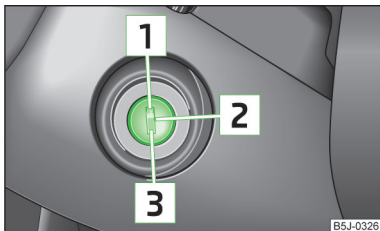

Fig. 105
- În timpul deplasării, la oprirea motorului, cheia trebuie să se găsească întotdeauna în poziția  » fig. 105 la pagina 105 (contact cuplat). Această poziție este semnalizată prin aprinderea de lămpi de control. Dacă acest lucru nu se întâmplă, mecanismul de direcție se poate bloca neintenționat - Pericol de accident!
- Demarorul poate fi acționat numai când motorul nu este pornit și autovehiculul staționează. Dacă se acționează demarorul când motorul este în funcțiune  » fig. 105 la pagina 105, se poate deteriora demarorul, respectiv motorul.
Motoare pe benzină » fig. 105
Motoarele diesel » fig. 105
Dacă **mechanismul de direcție este blocat** iar cheia nu se poate roti, sau se rotește cu greu în poziția  » fig. 105, atunci volanul trebuie rotit puțin încolo și înapoi - astfel se deblochează mecanismul de direcție.
- Cuplați contactul  » fig. 105 la pagina 105.
Oprți motorul prin rotirea cheii de contact în poziția  » fig. 105 la pagina 105.